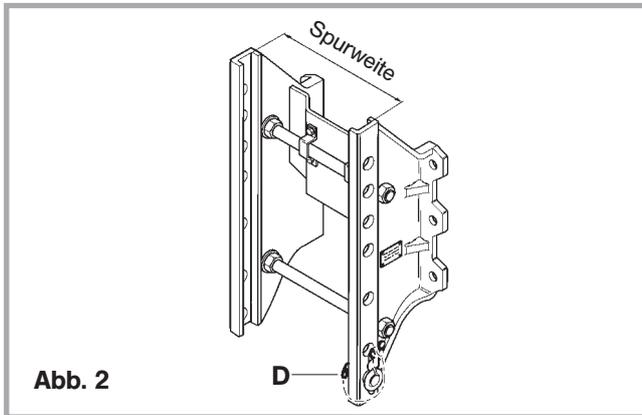

Abb. 2
- Durchrutschsicherung (**D**, s. Abb. 2) ggf. entfernen
Mit den Zugkugelkupplungen (s. Abb. 2) können gleichzeitig 2 Schwenkwinkel erreicht werden, z. B.: